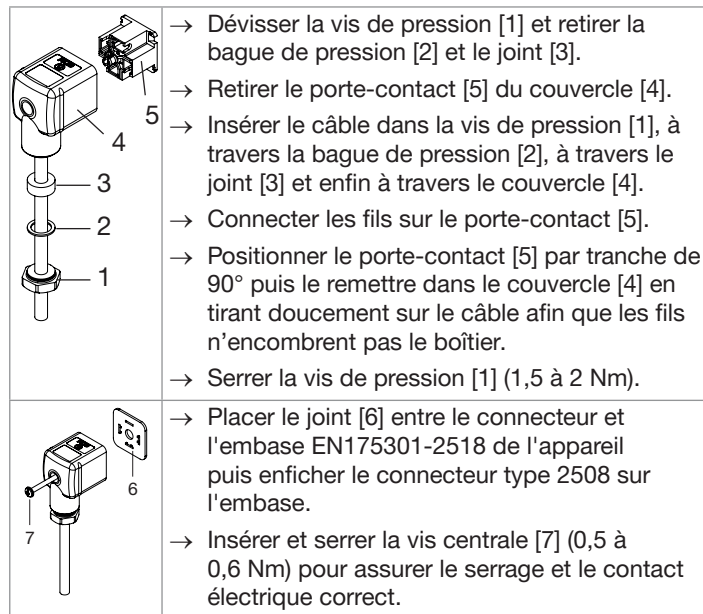

Fig. 5: Assemblage de la prise femelle type 2518 (fournie)
- dévisser l'écrou [1] (voir Fig. 5) de la prise femelle 2518 fourni avec l'appareil ;